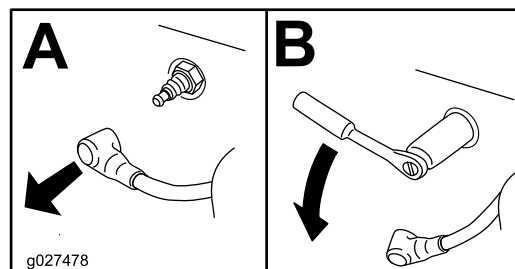

Figura 50
4. Retire la bujía (Figura 50).